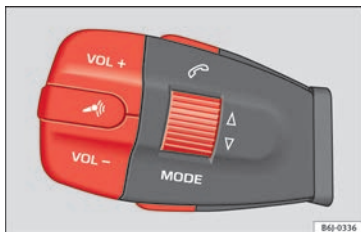

Fig. 80 Tasti del comando multifunzione.
Con il sistema attivo, premendo il tasto **» fig. 80**  ("PTT") si attiva il controllo vocale e se non c'è un telefono vincolato, si attiva la visibilità e comincia la ricerca di un telefono.
• Azionare l'accensione con la chiave. Il sistema del veicolo è visibile per il telefono cellulare, mediante Bluetooth, per 3 minuti. Passati i 3 minuti sarà possibile attivare la visibilità per altri tre minuti, premendo il tasto  ("PTT") » **fig. 80.**
Il sistema di comando vocale si attiva con il tasto » **fig. 80** ("PTT").
Premendo brevemente il tasto » **fig. 80** ("PTT") sul comando multifunzione, si può iniziare il dialogo in qualsiasi momento.
Premendo brevemente il tasto PTT » **fig. 80** ("PTT") sul comando multifunzione, si può concludere il dialogo in qualsiasi momento. Se il sistema è in attesa di un comando, si può concludere il dialogo con l'ordine **"ANNULLA"**.
Premendo il tasto » **fig. 80** ("PTT") durante il messaggio, si conclude solo il messaggio che si sta riproducendo ed è possibile così pronunciare un altro.